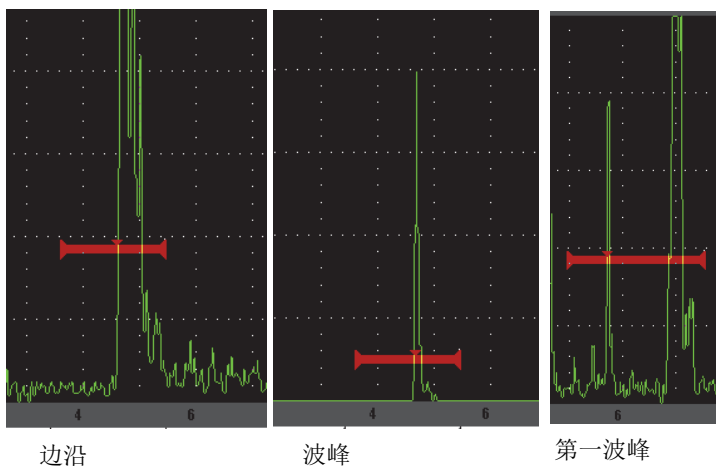

图 2-12 边沿、波峰和第一波峰模式下的测量触发点
- **Peak**（波峰）：在闸门内的最高波峰上采集测量读数（该波峰无需穿出闸门阈值）[参见第 44 页的图 2-12]。
- **1stPeak**（第一波峰）：在第一个穿出闸门阈值的波峰上采集测量读数（参见第 44 页的图 2-12）。
- **Edge**（边沿）：在信号与闸门的第一个交点位置上采集测量读数（参见第 44 页的图 2-12）。